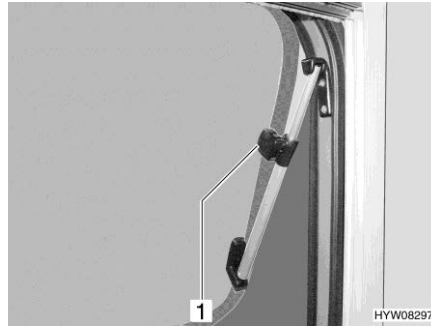
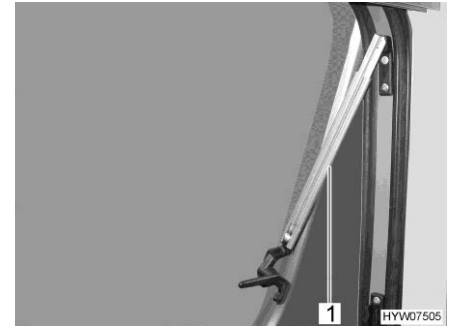

Fig. 54 Finestra apribile con deflettori a rotazione (aperta)
Fig. 55 Finestra apribile con deflettori automatici (aperta)
- Aprire la finestra apribile fino alla posizione desiderata. Fissare la finestra apribile con il pomello zigrinato (Fig. 54,1) o fare innestare autonomamente il deflettore automatico (Fig. 55,1).
- Ruotare il pomello zigrinato (Fig. 54,1) o aprire la finestra apribile fino a sbloccare l'arresto.